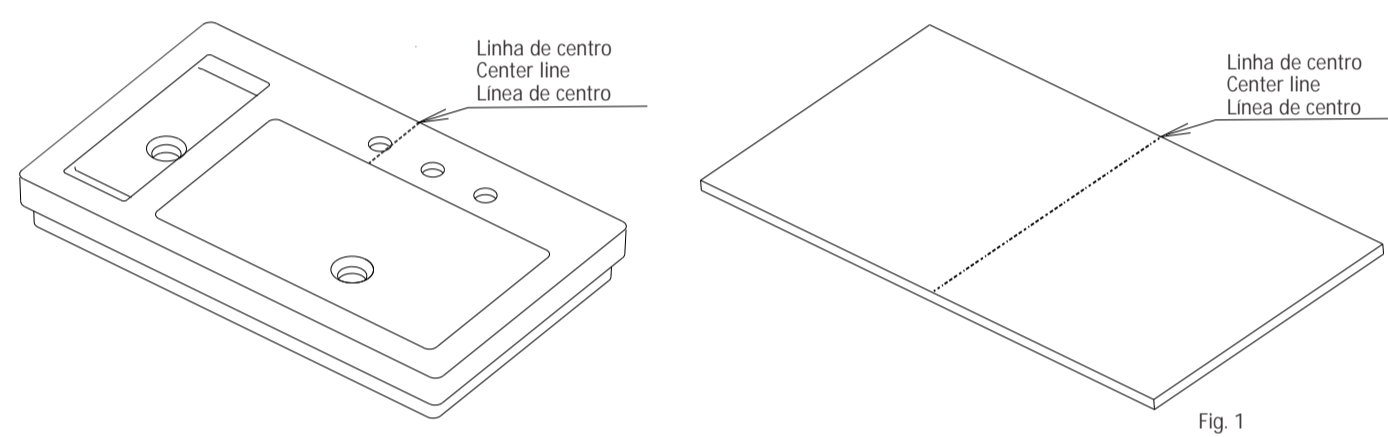

Fig. 1
- 1** Medir a cuba e o tampo para definir e marcar o centro, traçar uma linha na cuba e no tampo, conforme Fig. 1.
Measure the tub and the top to define and mark the center, trace a line on the vat and the top according to Fig. 1.
Medir el lavaplatos y la tapa para definir y marcar el centro, trazar una línea en el lavaplatos y en la tapa, de acuerdo Fig. 1.